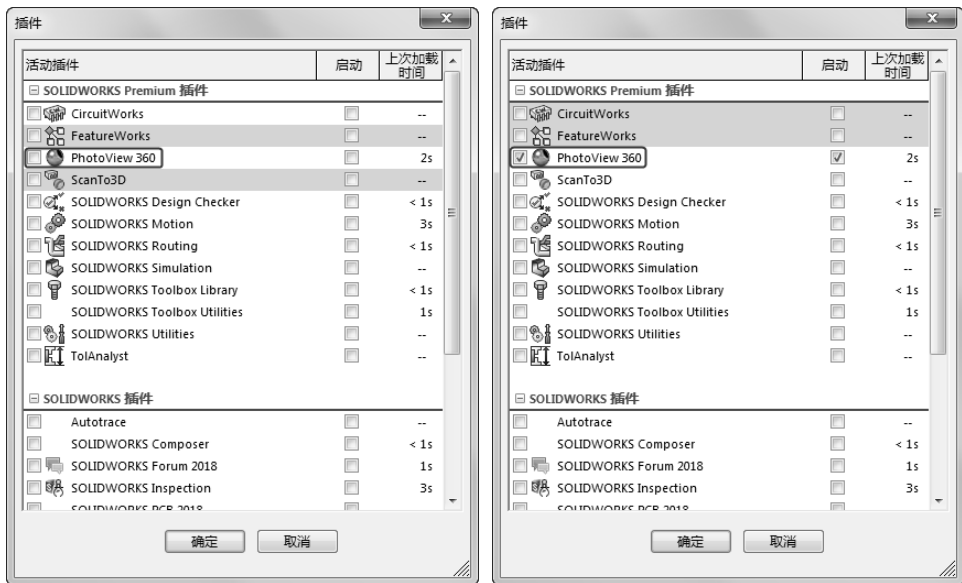

图 8-59 “插件”对话框
1) 在菜单栏中选择“工具”→“插件”命令，弹出“插件”对话框，选择“PhotoView 360”前面的复选框，如图 8-59 所示。